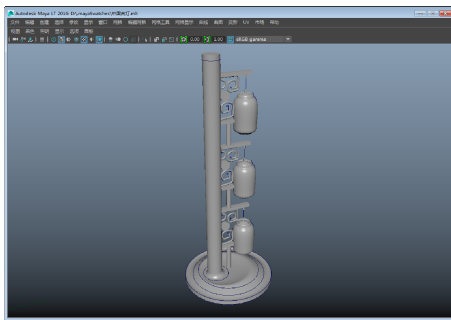

图 3-143 完善场景
- 3 使用相同的方法再复制一个副本，并调整它的位置，此时的模型效果如图 3-143 所示。